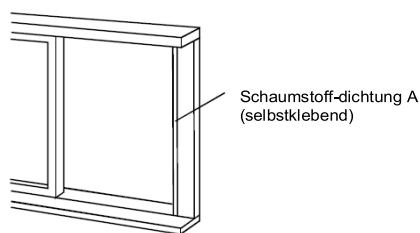

Abb.12
1. Schneiden Sie die Schaumstoffdichtung (selbstklebend) auf die richtige Länge und bringen sie am Fensterrahmen an. Siehe Abb.12.